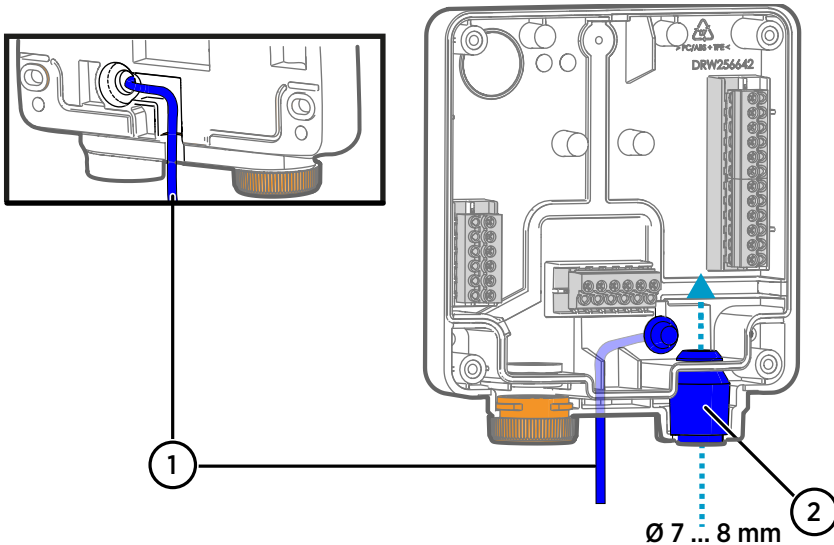

图 25 Indigo200 接线选项
- c. 如图 25 (第 62 页) 中所示，将电缆嵌入数据处理单元背面的凹槽内，并根据需要连接应力消除器。